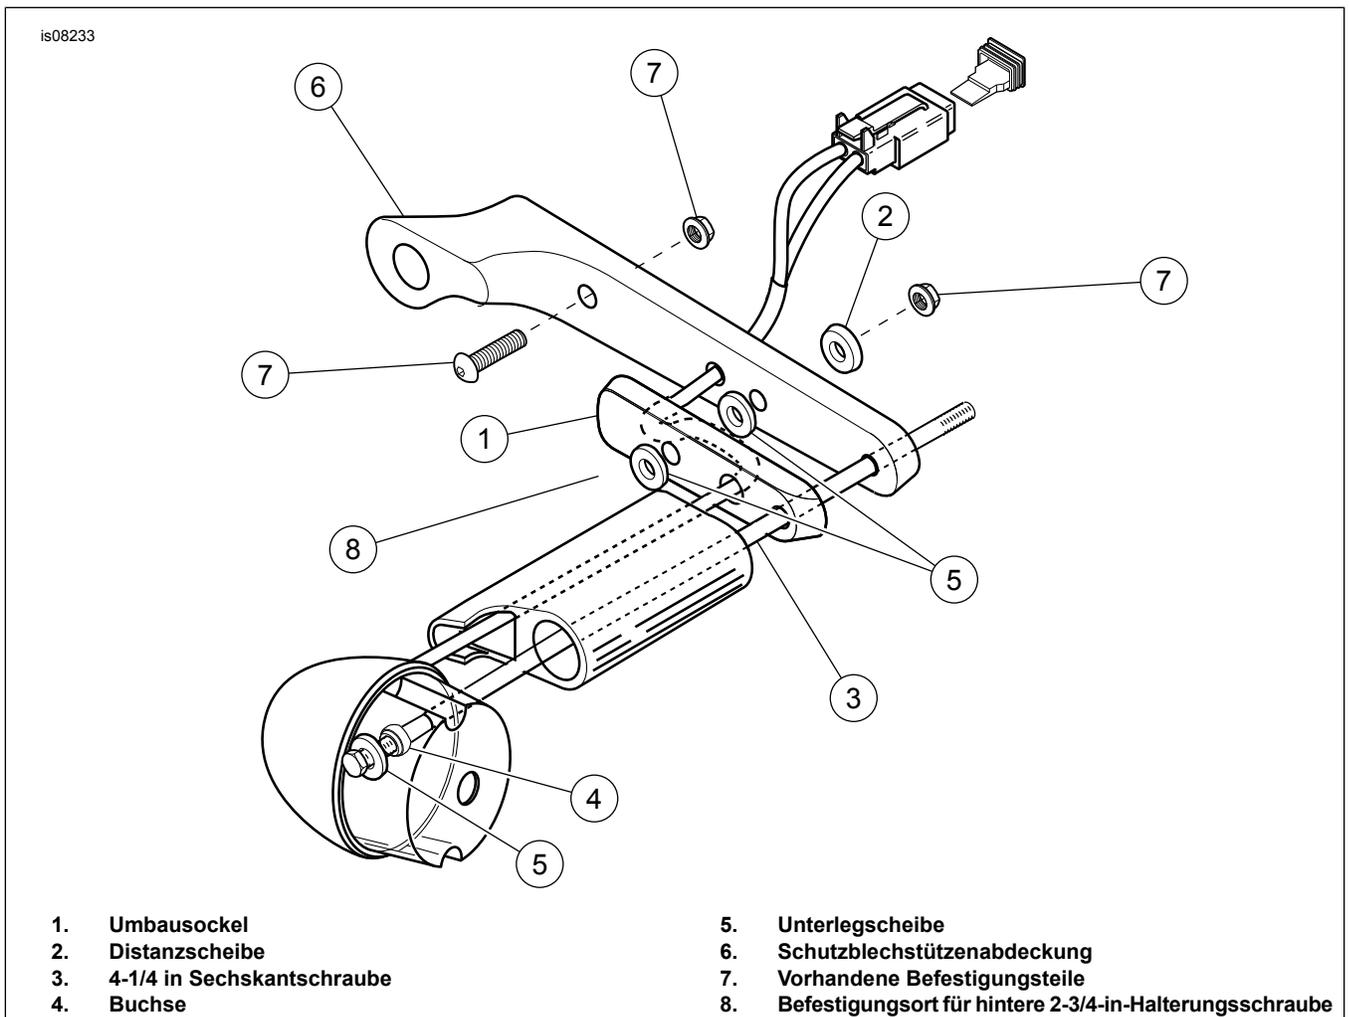
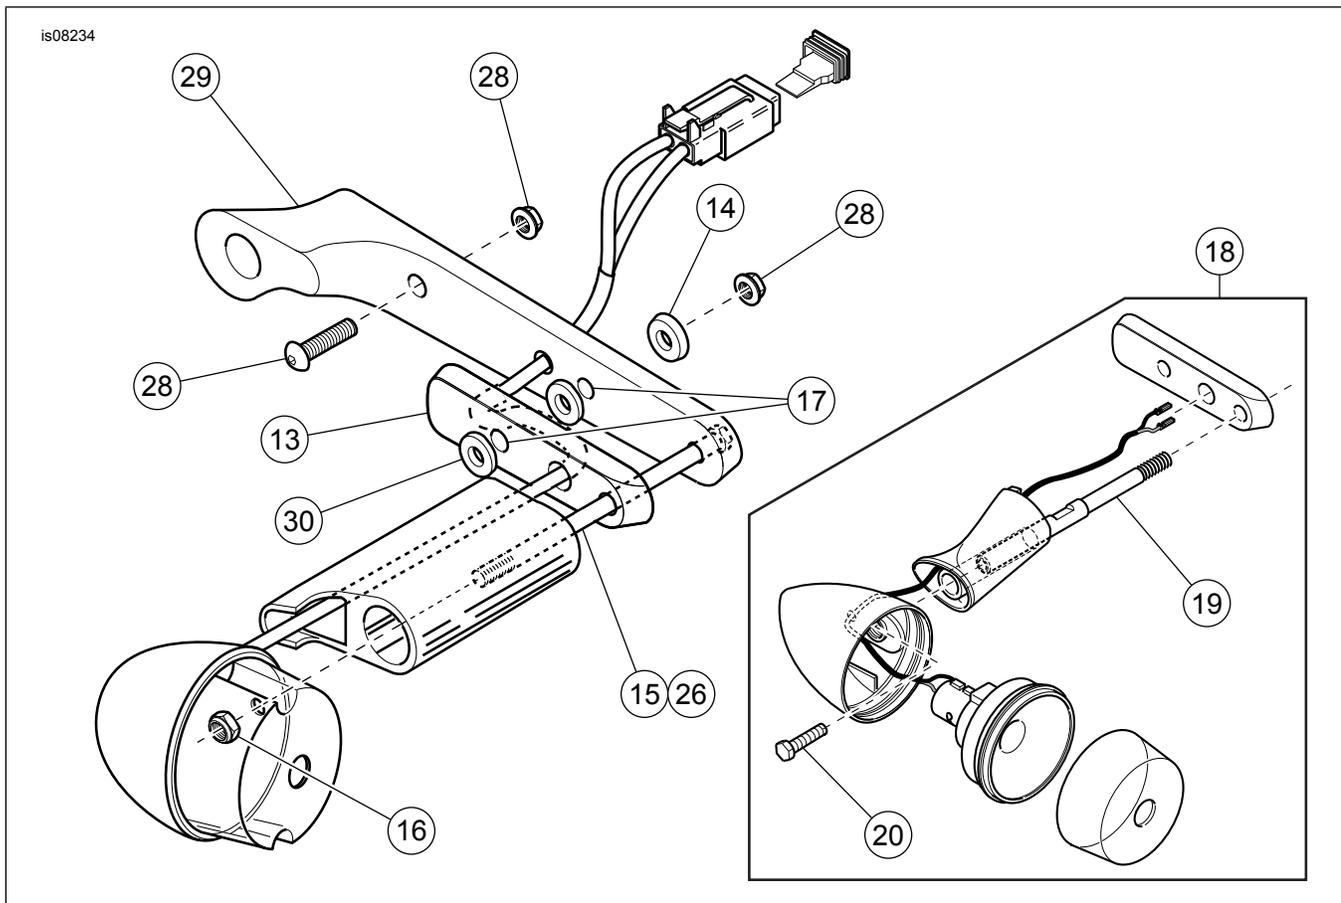

Abbildung 10. Einbau an Modellen von 1998 bis 2001
Abbildung 11. Ersatzteile (Satz 2 von 3).
5. Siehe Abbildung 11. Die 4-1/2 in lange Schraube (15) aus dem Satz von der Innenseite des Schutzbleches durch die hinteren Bohrungen stecken, aus denen in Schritt 3 die Halbrundkopfschraube entfernt wurde.
9. Siehe Abbildung 11. Mit einem kleinen Stück Klebeband das größere Distanzstück (14) aus dem Satz über der Öffnung am Rahmen befestigen, aus der der hintere Blinkerbolzen entfernt wurde.
11. Siehe Abbildung 11. **An Modellen von 1994 bis 1997**, außer Huggers, die 4-1/2 in lange Schraube (15) von der Schutzblech-Innenseite aus durch das hinterste Loch im Schutzblechrahmen nach außen stecken. Lose angebracht lassen. Siehe Abbildung 10. **An Modellen von 1998 bis 2001** die Gewinde im Blinkergehäuse mit einem 13/32-in-Bohrer ausbohren. Vorsichtig vorgehen, um die verchromte Oberfläche des Blinkers nicht zu verkratzen. Unterlegscheibe (5) und Buchse (4) auf 4-1/4 in lange Schraube (3) setzen (nahe am Gewinde). Schraube durch Blinkergehäuse anbringen. Die Buchse sollte auf Höhe des Vorsprungs im Innern des Blinkergehäuses liegen. **Modelle von 2002 bis 2003**, siehe Schritt 13.
12. Siehe Abbildung 11. **An Modellen bis 2001** das Kabel von der hinteren Blinkerhalterung her durch das mittlere Loch im Umbausockel stecken und entlang des Kanals im Innern des Sockels, durch das dritte Loch von hinten in der Schutzblechstützenabdeckung führen. Das Kabel entlang der Innenseite der Schutzblechstützenabdeckung zurückführen und mit Klebeband wieder auf der Rückseite der Schutzblechstützenabdeckung fixieren.
- Siehe Abbildung 11. **An Modellen von 1994 bis 1997** den hinteren Blinker mit Umbausockel und Schutzblechstützenabdeckung mittels der von hinten durch das Schutzblech gesteckten (Schritt 11), 4-1/2 in langen Schraube auf dem Schutzblech anbringen. Schraube mittels der Sicherungsmutter (16), die auf der Innenseite des Blinkergehäuses auf die Schraube gedreht wird, fest anziehen.
- Siehe Abbildung 10. **An Modellen von 1998 bis 2001** auf das Gewinde der 4-1/4 in langen Schraube (3) Loctite Nr. 242 (blau) auftragen. Den Blinker mit Umbausockel (1) und Schutzblechstützenabdeckung mittels der in Schritt 11 in das Blinkergehäuse eingeführten, 4-1/4 in langen Schraube auf dem Schutzblech anbringen.
- Siehe Abbildung 11. **An Modellen von 2002 bis 2003** das Außengewinde des Befestigungsbolzens (19) in das Loch am schmalen Ende des Umbausockels (13) stecken. Das Blinkergehäuse und den Ausleger lose auf den Befestigungsbolzen aufsetzen. Das Blinkerkabel durch die mittlere Öffnung im hinteren Umbausockel, entlang des Kanals an der Innenseite des Sockels und durch die dritte Öffnung von hinten in die Schutzblechstützenabdeckung einziehen.
- Auf das Außengewinde des Befestigungsbolzens Loctite® Nr. 242 (blau) auftragen. Den Befestigungsbolzen durch die Schutzblechstützenabdeckung in die Schutzblechstütze stecken. Den Befestigungsbolzen (flacher Abschnitt) in der Schutzblechstütze mit einem 5/16-in-Ringschlüssel auf ein Drehmoment von 16,3 N·m (12 ft-lb) anziehen. Die Sechskantschraube (20) im Blinkergehäuse anbringen und mit einem Drehmoment von 12 N·m (9 ft-lb) in den Befestigungsbolzen (19) drehen. Das Blinkerkabel fest durch die Schutzblechstrebe ziehen. Die Gummiglühlampen-Baugruppen-Isolierung mit einem geeigneten Schmiermittel bestreichen. Dies erleichtert den Einbau der Baugruppe in das Blinkergehäuse. Die Glühlampen-Baugruppe gleichmäßig in das Blinkergehäuse hineindrücken, bis sie unter der Streuscheibendeckelnut zu liegen kommt.
- Siehe Abbildung 11. **An Modellen von 1994 bis 1997** den Blinker mit der in Schritt 11 durch das Schutzblech gesteckten, 4-1/2 in langen Schraube auf dem Umbausockel befestigen. Schraube mittels der Sicherungsmutter (16), die auf der Innenseite des Blinkergehäuses auf die Schraube gedreht wird, fest anziehen.
- Siehe Abbildung 10. **An Modellen von 1998 bis 2001** die Blinkerbaugruppe mit der in Schritt 11 durch das Blinkergehäuse gesteckten, 4-1/4 in langen Schraube (3) auf dem Sockel (1) befestigen. Den Bolzen anziehen bis er sicher anliegt.
- Siehe Abbildung 11. **An Modellen von 2002 bis 2003** das Außengewinde des 4 in langen Befestigungsbolzens (19) in das Loch am schmalen Ende des Umbausockels (13) stecken. Das Blinkergehäuse und den Ausleger lose auf den Befestigungsbolzen aufsetzen. Das Blinkerkabel durch die mittlere Öffnung im hinteren Umbausockel, entlang des Kanals an der Innenseite des Sockels und durch die dritte Öffnung von hinten in die Schutzblechstützenabdeckung einziehen.
- Auf das Außengewinde des Befestigungsbolzens Loctite® Nr. 242 (blau) auftragen. Den Befestigungsbolzen durch die Schutzblechstützenabdeckung in die Schutzblechstütze stecken. Den Befestigungsbolzen in der Schutzblechstütze mit einem 5/16-in-Ringschlüssel auf ein Drehmoment von 16,3 N·m (12 ft-lb) anziehen. Die Sechskantschraube (20) im Blinkergehäuse anbringen und mit einem Drehmoment von 12 N·m (9 ft-lb) in den Befestigungsbolzen (19) drehen. Das Blinkerkabel fest durch die Schutzblechstrebe ziehen. Die Gummiglühlampen-Baugruppen-Isolierung mit einem geeigneten Schmiermittel bestreichen. Dies erleichtert den Einbau der Baugruppe in das Blinkergehäuse. Die Glühlampen-Baugruppe gleichmäßig in das Blinkergehäuse hineindrücken, bis sie unter der Streuscheibendeckelnut zu liegen kommt.
14. Siehe Abbildung 11. **An Modellen von 1994 bis 1997** die 4-1/2 in lange Schraube des hinteren Blinkers von der Innenseite des Schutzbleches aus auf ein Drehmoment von 16,3 N·m (12 ft-lb) anziehen. Siehe Abbildung 10. **An Modellen von 1998 bis 2001** die 4-1/4 in lange Schraube (3) des hinteren Blinkers von der Innenseite des Blinkergehäuses aus auf ein Drehmoment von 16,3 N·m (12 ft-lb) anziehen.